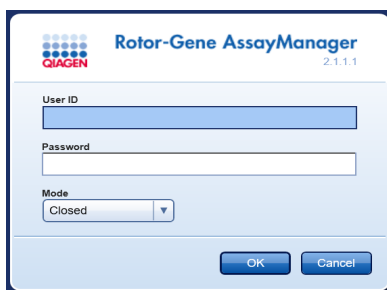

Abbildung 7. Anmeldebildschirm der Rotor-Gene AssayManager Software
6. Geben Sie im Anmeldebildschirm der Rotor-Gene AssayManager Software (Abbildung 7) die Benutzer-ID und das Passwort ein, wählen Sie den Modus **Closed** und klicken Sie auf **OK**. Daraufhin öffnet sich das Hauptfenster des Rotor-Gene AssayManager Software.